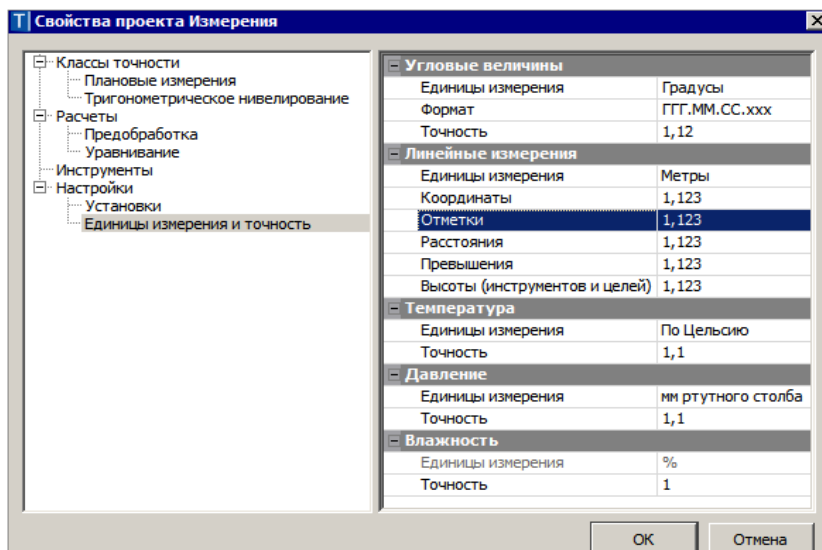

Рис. 3.12
Свойства проекта **Измерения** можно изменить в одноименном диалоге (рис. 3.12).
**Набор проектов** может состоять из одного или нескольких проектов. За набором проектов сохраняется ряд важных настроек, так называемые СНП: масштаб съемки, системы координат, единицы измерения, точность представления (для проектов **Измерения** точность определяется в свойствах конкретного проекта (рис. 3.12)), данные для заполнения штампов чертежей и ведомостей, графические свойства некоторых элементов и пр.